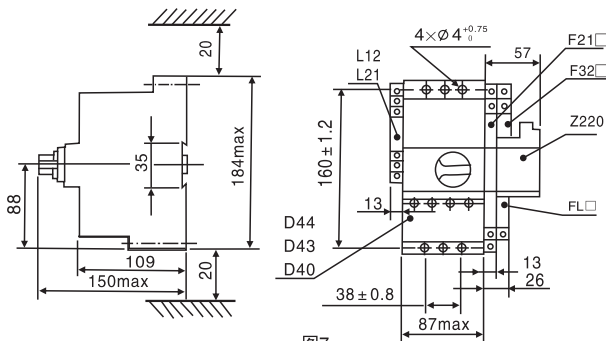

图7
6.3 C框架4极KB0-12A、16A、32A、45A的外形及安装尺寸见 图7。